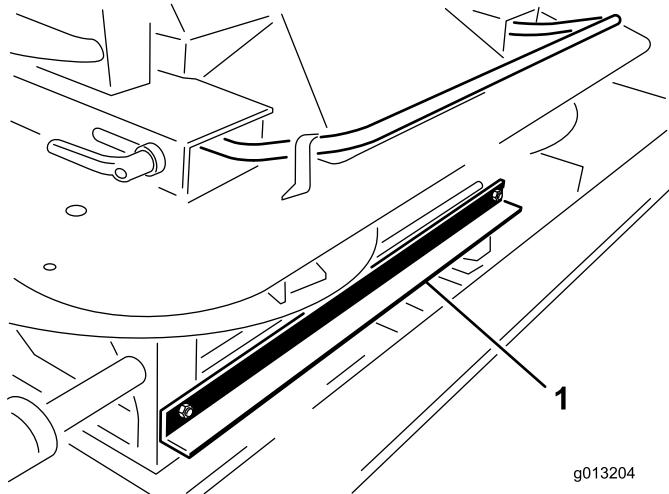

図4
3. 出荷用の吊り上げブラケットをツインスピナーに固定しているボルト2本とナットツインスピナーの前部についているを外す図4。